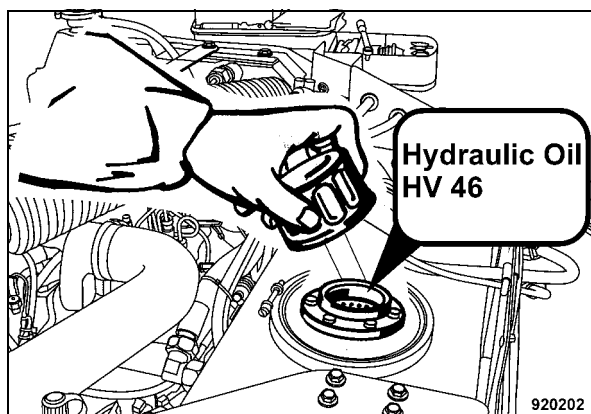

Fig. 129
- Rellenar con nuevo aceite hidráulico (Fig. 129).